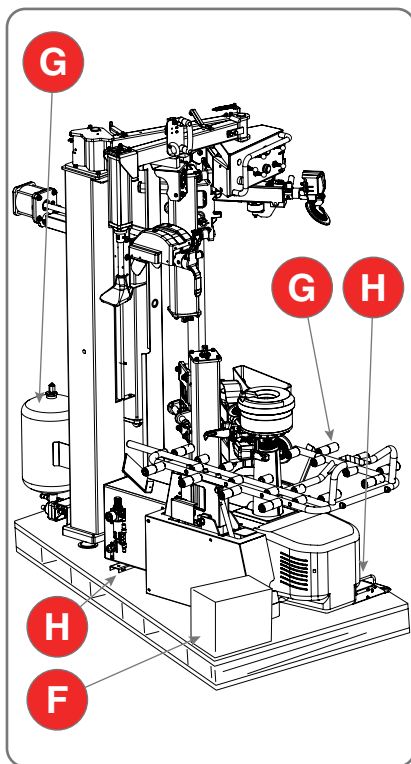

Fig. 3.1
Liberar la máquina de la parte superior del embalaje de cartón y asegurarse de que no haya sufrido daños durante el transporte; localizar los puntos de fijación (H - Fig.3.1) en el pallet.
- quitar los tornillos del pie de fijación (H - Fig.3.1);